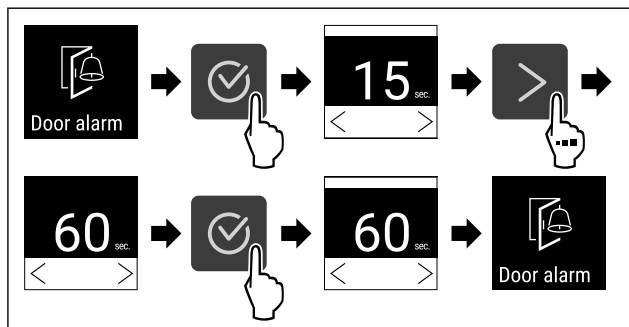

Fig. 105
- ▶ Eseguire i passi (vedere Fig. 105) .